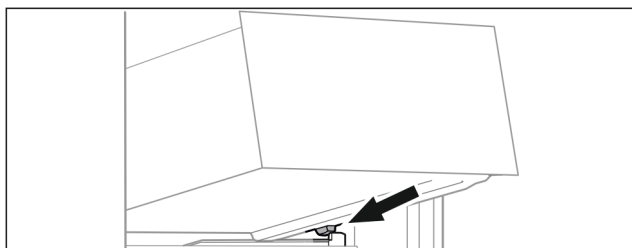

Fig. 100
- Asetage sahtel kaldu peatajate taga anumaribile. (vt. Fig. 100)